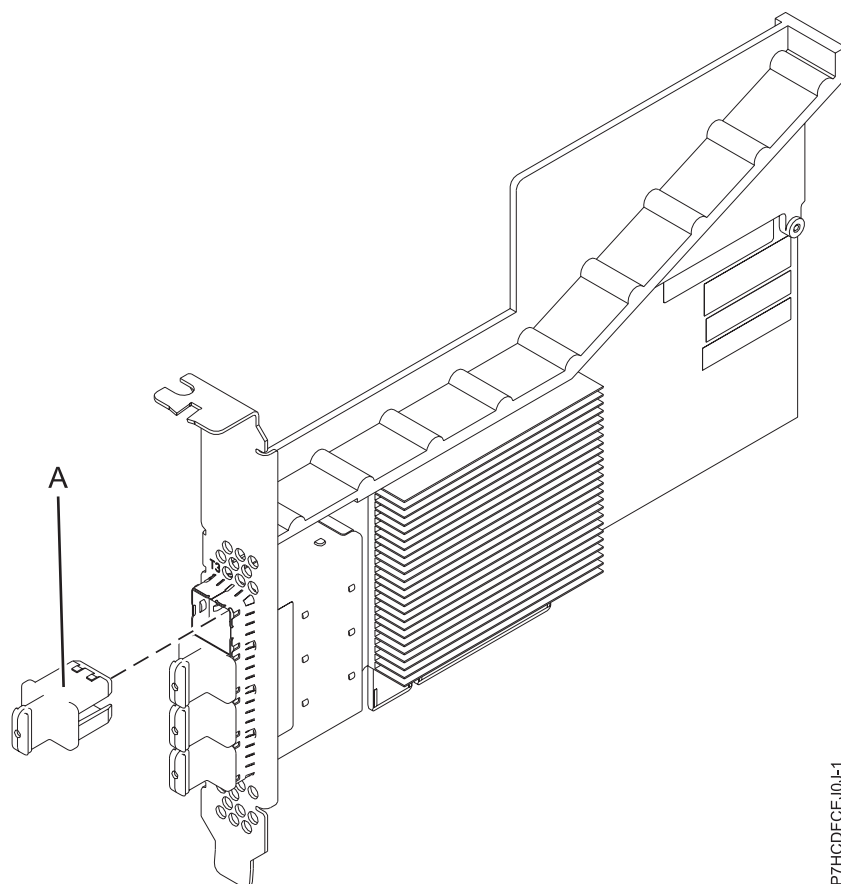

Figura 15. Adaptador RAID SAS PCIe3
L'adaptador SAS RAID PCIe3 de quatre ports i 6 Gb és un adaptador SAS RAID PCI Express (PCIe), de la tercera generació que té un perfil baix, amb un factor de format curt però que s'empaqueta amb una instal·lació d'altura completa. L'adaptador s'utilitza en aplicacions d'alt rendiment, alta densitat i SCSI connectat en sèrie (SAS). Admet la connexió de disc SAS i cintes SAS utilitzant mini connectors x4 SAS d'alta densitat (HD) que permeten que els enllaços físics es puguin fer servir en diverses configuracions de port reduïdes i àmplies. La connexió de cintes SAS només s'admet en una configuració d'un sol adaptador i no es pot combinar amb el disc SAS del mateix adaptador. L'adaptador no té memòria cau d'escriptura. La Figura 15 a la pàgina 39 mostra l'adaptador SAS RAID PCIe3 de quatre ports i 6 Gb.
Figura 15 mostra l'adaptador. L'endoll del connector (A) es troba en un port buit i impedeix danys en aquest port sempre que s'endollin o s'extreguin cables de connectors de port adjacent.